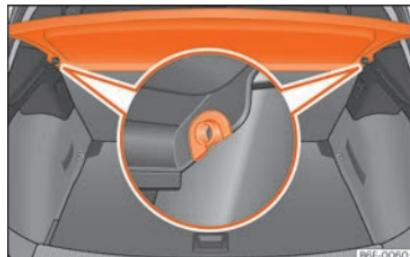

Fig. 116 En el maletero: desmontar y montar la bandeja.
- Desencaje la bandeja de los soportes laterales **»» fig. 116** tirando de ella hacia arriba y extraiga la bandeja.
- Introduzca la bandeja horizontalmente haciendo coincidir la "herradura" sobre el eje de los soportes »» **fig. 116**, y presione hacia abajo hasta que encastre.